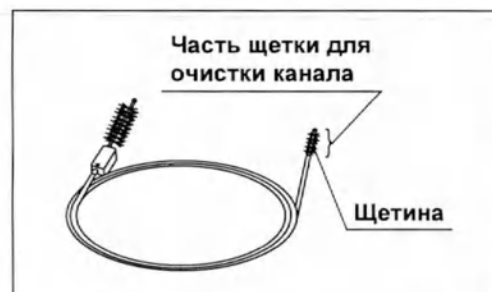

Рис. 5.18
- 1 Возьмите часть щетки для очистки канала одноразовой комбинированной щетки (BW-412T) на расстоянии 3 см от щетинок. (см. рис. 5.18)